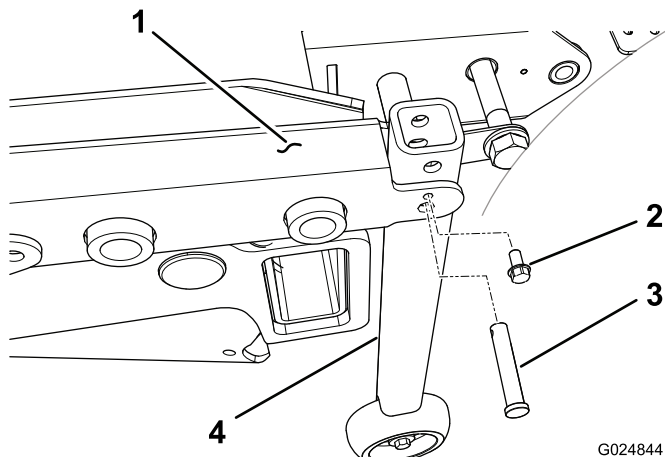

Figura 98
5. En unidades de tracción con número de serie anterior al 312999999, monte un tubo de soporte vertical en cada esquina trasera del bastidor de la carcasa, con un pasador de horquilla y un tornillo autorroscante de 1/4 pulgada (Figura 98)